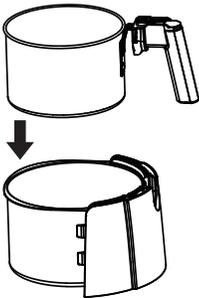

Abb. 2
- 2 Installieren Sie entsprechend der verschiedenen Konfigurationen die Frittierbehältereinheiten (Abb. 2) und schieben Sie diese dann in das Hauptgerät (Abb. 3) ein.